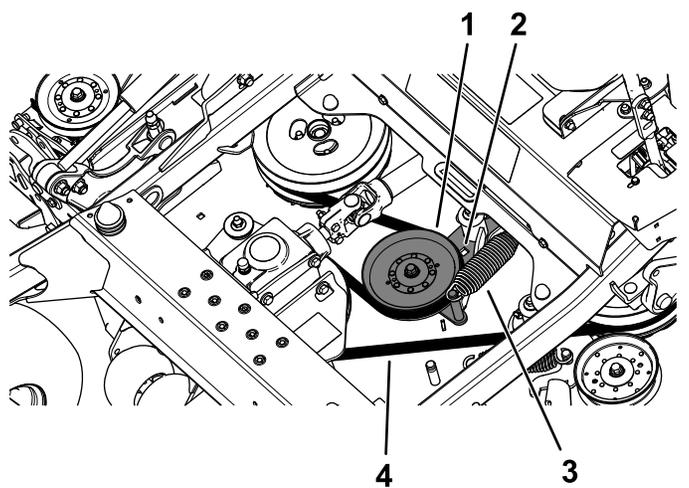

Рисунок 60
5. Вставьте ключ с храповым механизмом в квадратное отверстие в рычаге натяжного ролика, чтобы снять натяжение пружины натяжного ролика (Рисунок 60).
6. Снимите ремень со шкивов деки газонокосилки (Рисунок 60).